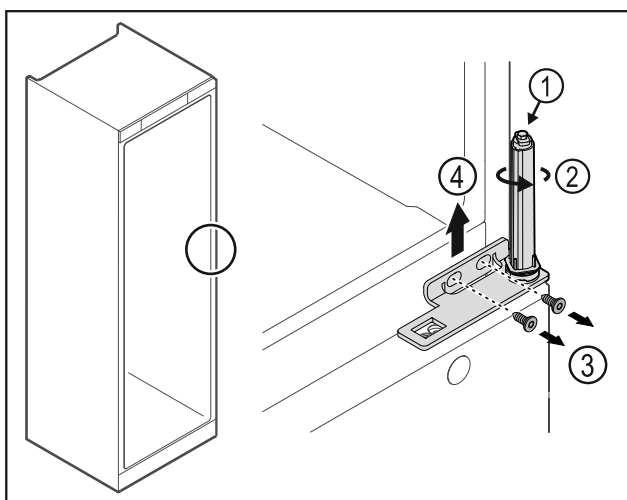

Fig. 26
- ▶ Nu dezasamblați sistemul de închidere al ușii Fig. 26 (1).
- ▶ Rotiți Fig. 26 (2) sistemul de închidere, până când face clic.
- ▶ Desfaceți șuruburile Fig. 26 (3), detașați colțarul balamalei în sus Fig. 26 (4).